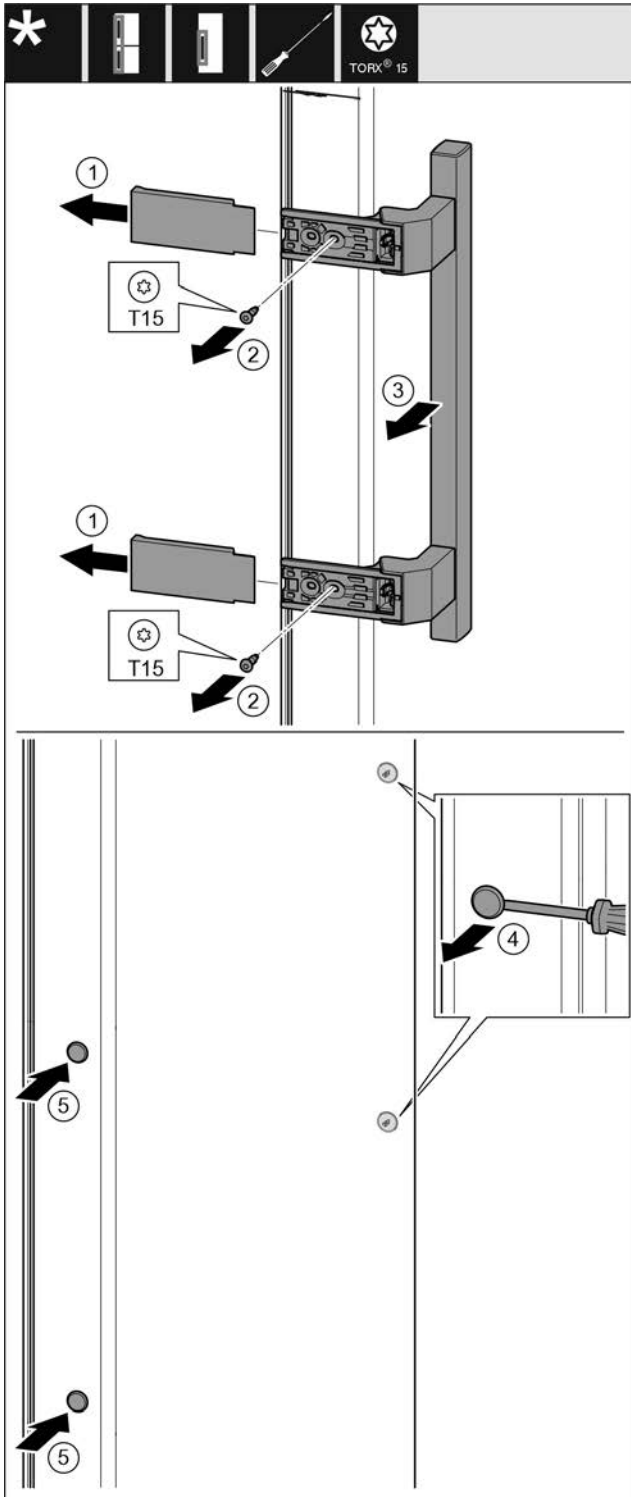

Fig. 17
- ▶ Снимите крышку. *Fig. 17 (1)*
- ▶ Выкрутите винты отверткой T15. *Fig. 17 (2)*
- ▶ Снимите ручку. *Fig. 17 (3)*
- ▶ Осторожно приподнимите шлицевой отверткой боковые заглушки и выньте их. *Fig. 17 (4)*
- ▶ Снова вставьте заглушки с другой стороны. *Fig. 17 (5)*